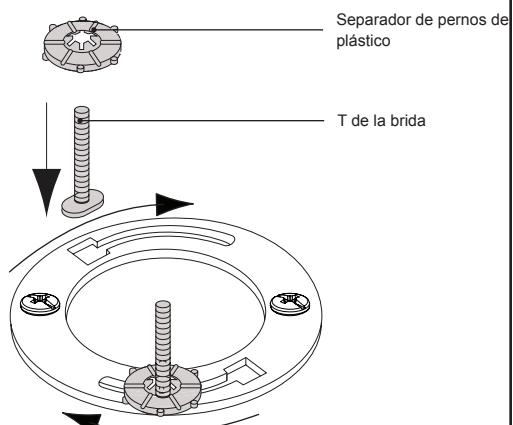

Figura 2
- ① Antes de instalar una junta de cera nueva, instale la brida T-pernos y tuercas recipiente en la brida del inodoro (Figura 2).
- ② Coloque la cabeza plana de la T-perno en el orificio de la brida del piso.
- ③ Deslice el T-perno a lo largo del canal de brida del piso hasta que se detenga al final del canal y esté sentado verticalmente (hacia arriba y hacia abajo).
- ④ Enrosque el espaciador recipiente de plástico hasta que descance sobre la brida del piso.